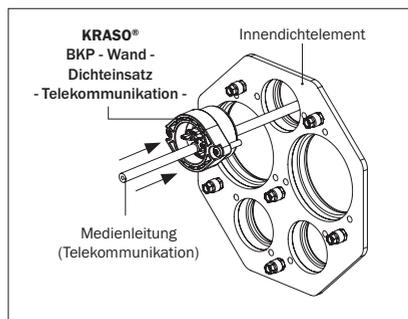

Abbildung 16.3: Montage **KRASO® BKP - Wand - Dichteinsatz - Telekommunikation** - innenseitig
- Schieben Sie den **KRASO® BKP - Wand - Dichteinsatz - Telekommunikation** - mit der Gummidichtung voraus über die Medienleitung(en) bis in das Innendichteelement des **KRASO® Bauherren-Komfortpakets - Wand - NFE**. Beachten Sie, dass die Schraublöcher am Dichteinsatz und die Kernlöcher im Innendichteelement übereinander liegen (s. Abbildung 16.3).